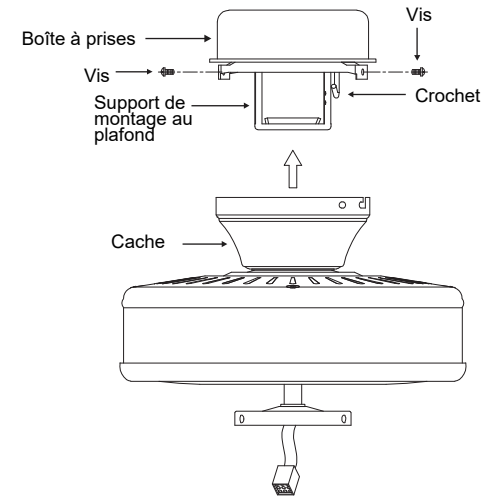

Fig. 13
Étape 3. S'assurer que les quatre vis de fixation sont bien serrées. (Fig. 13)